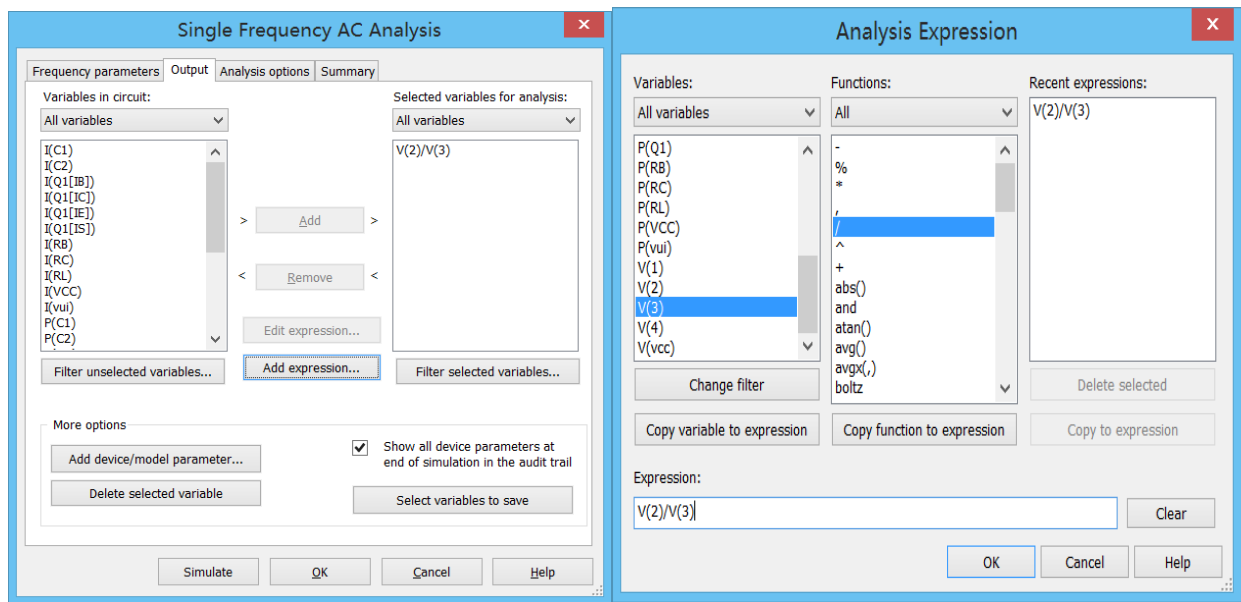

图 7.25 单频分析中 Output 页设置
- 参照 6.3 节，在 Output 页中点击 Add expression 按钮选择节点 2、3 作为分析对象，并设置电压放大倍数表达式为 $V(2)/V(3)$ ，如图 7.25 所示。
- 点击 Simulate 按钮进行分析，分析结果如图 7.25 所示，表中显示出